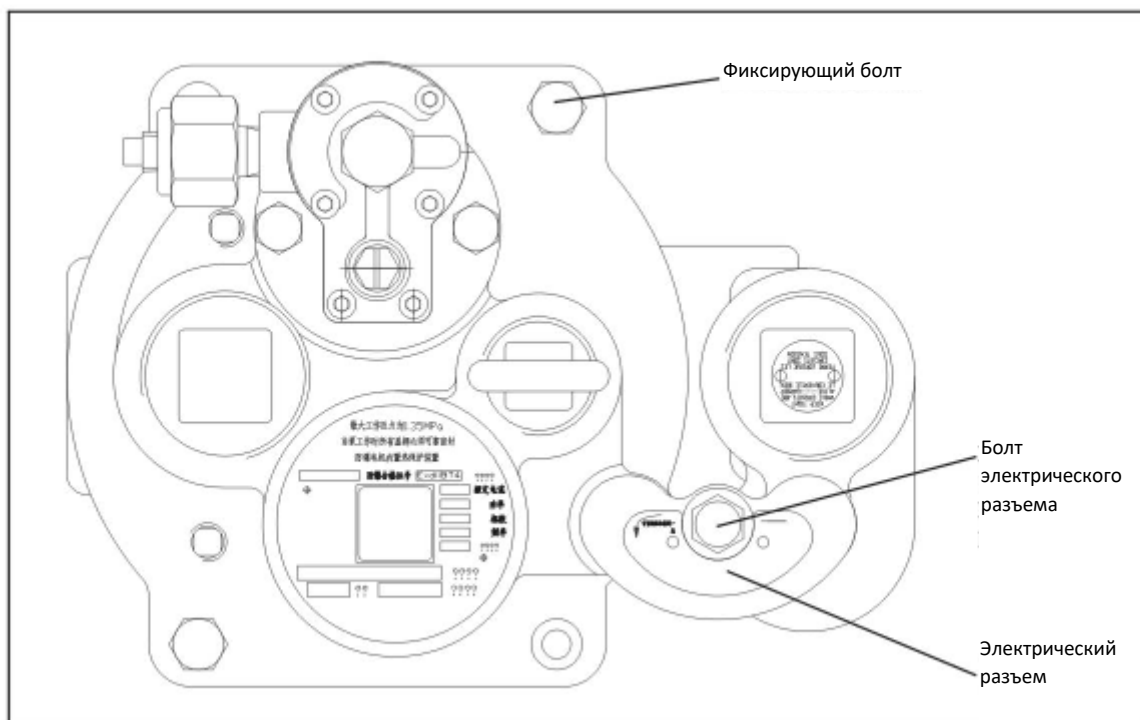

Рисунок 17: Уплотнительное устройство
2. Открутите болт электрического разъема (см. Рисунок 17).